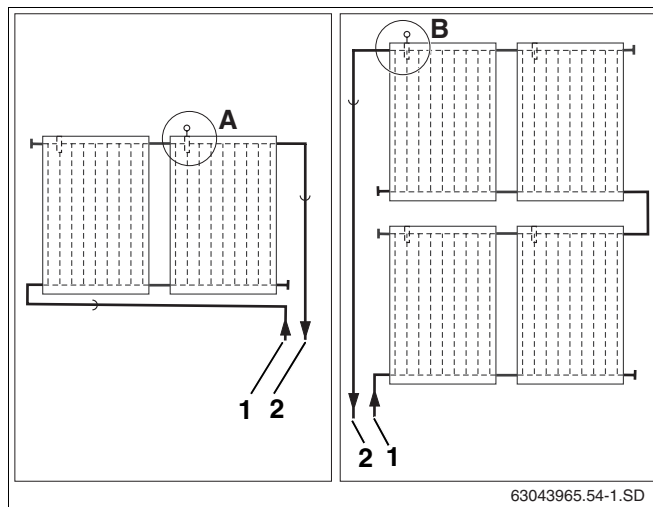

Fig. 53 Locul de montare al senzorului colectorului (prezentare schematică)
Aveți în vedere locul de montaj la un sistem de colectori cu unul sau mai multe rânduri (Fig. 53).
Senzorul colectorului trebuie montat în colector la conducta de tur racordată (Fig. 53, **Poz. 2**).
- Locul de montaj (Fig. 53, **Poz. A**) la sistemele cu un rând de colectori.
- Locul de montaj (Fig. 53, **Poz. B**) la sistemele cu două rânduri de colectori.